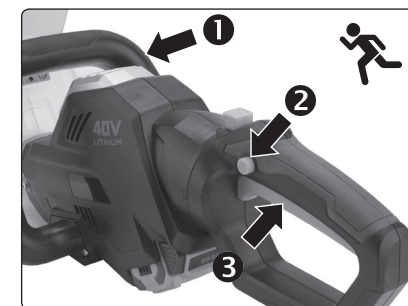

Abb. 6, Einschalten der Akku-Schere
- ➔ Aus Sicherheitsgründen muss für die Inbetriebnahme der Akku-Schere die **Sicherung des Betriebsschalters am vorderen Griff, dann am hinteren Griff und zuletzt der Betriebsschalter selbst gedrückt werden**, siehe Abb. 6.